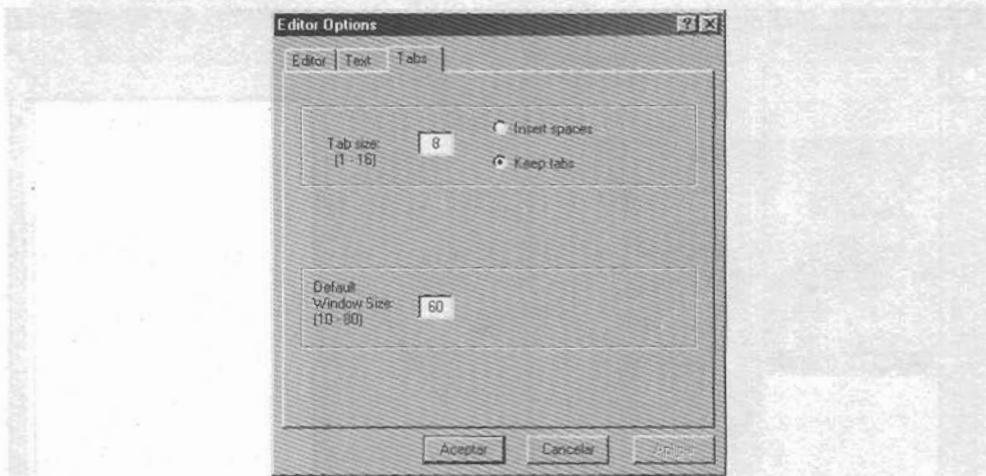

Figura 7-8 Elección de la tabulación
- 10º A continuación hay que seleccionar la tabulación deseada, activando el menú *Edit > Properties*. Dentro de la ventana *Editor Options* se activa la pestaña *Tabs* y se elige el valor indicado en la figura 7-8 o aquél otro que el lector considere.